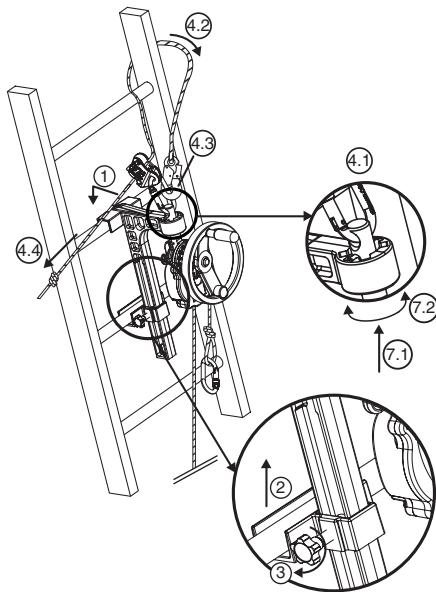

Fig. 6
6.3.2. Apparecchio Derope™ UP B (Fig.6)
- effettuare l'operazione di salvataggio, al di sopra della persona da evadere (Fig. 6, 1).
2. Far risalire lo slittone di bloccaggio a livello del piolo immediatamente al di sotto di quello che riceve la grande consolle (Fig. 6, 2).
3. Stringere l'asse di bloccaggio dello slittone mediante il pulsante di serraggio che si trova sul lato della consolle (Fig. 6, 3).
- Fissare il connettore del dispositivo di regolazione LCM 05 nel foro della parte superiore dell'asse di aggancio (Fig. 6, 4.1).
- Far passare il cordino di sicurezza attorno al piolo della scala situato al di sopra della consolle avvolgendolo intorno ad uno dei montanti della scala (Fig. 6, 4.2).
- Collegare il connettore del cordino di sicurezza al connettore del dispositivo di regolazione LCM 05 (Fig. 6, 4.3).
- Tendere il cordino di sicurezza tirando sull'estremità libera (Fig. 6, 4.4).
7. Orientare l'apparecchio Derope™ secondo la necessità modificando la posizione dell'asse di aggancio nel dispositivo di posizionamento (Fig. 6, 7.1 – 7.2).